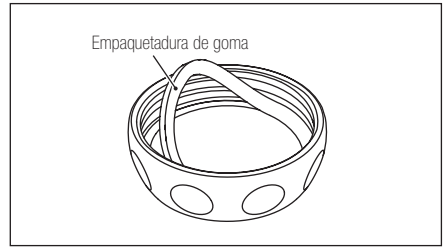

Fig.13
- 2) Desmonte la tapa del depósito de polvo y quite la empaquetadura de goma. (Fig. 13)